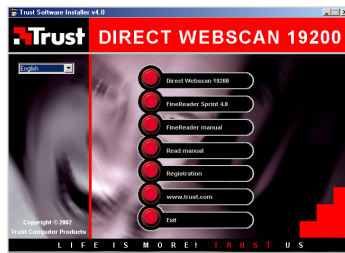

Fig. 1
3. Le CD-ROM démarre automatiquement le Trust Software Installer (voir Figure 1). Si le logiciel ne démarre pas automatiquement, sélectionnez « Exécuter » {Run} dans le menu Démarrer de Windows, tapez [D:\SETUP.EXE] et cliquez sur « OK ».
Pour tirer pleinement profit de la fonctionnalité de lecture optique (OCR, Optical Character Recognition ou reconnaissance optique de caractères) du scanner, vous devez installer l'application FineReader 4.0 Sprint. Ce programme permet de numériser du texte et de le convertir en un document texte, que vous pourrez ensuite éditer dans un programme de traitement de texte. Vous trouverez sur le CD-ROM un manuel détaillé du programme. Utilisez le menu du Trust Software Installer pour ouvrir ce manuel. Voir Figure 1.
2. Cliquez sur le bouton « Finereader Sprint 4.0 » pour démarrer l'installation. Voir Figure 1.